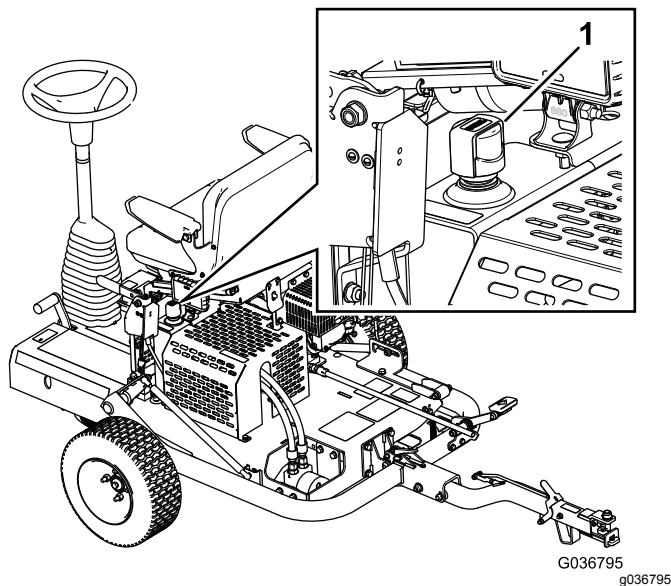

Figura 20
3. Retire el tapón del depósito hidráulico y compruebe el nivel de fluido en la varilla (**Figura 20**).